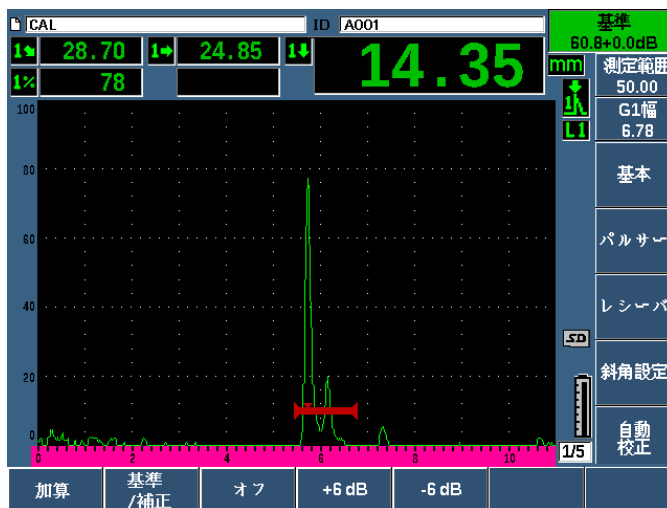

図 3-18 基準ゲイン設定
4. 175 ページの「感度の校正」で感度を設定します (68 ページの図 3-18 参照)。